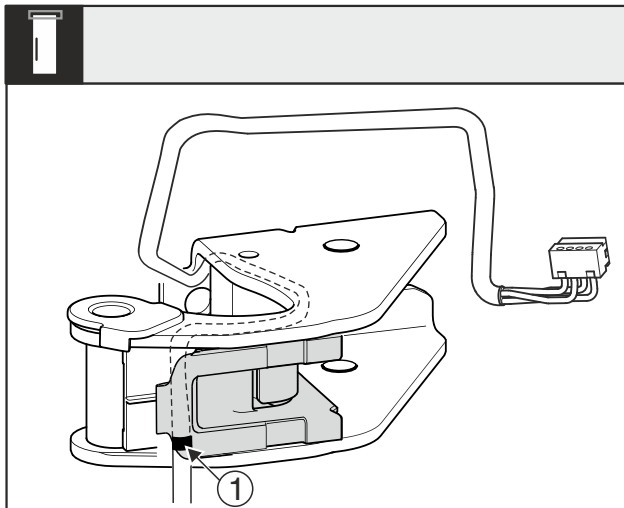

Fig. 32
- Mittlere Markierung Fig. 32 (1) muss dabei auf der Kante der Kabelhalterung liegen.